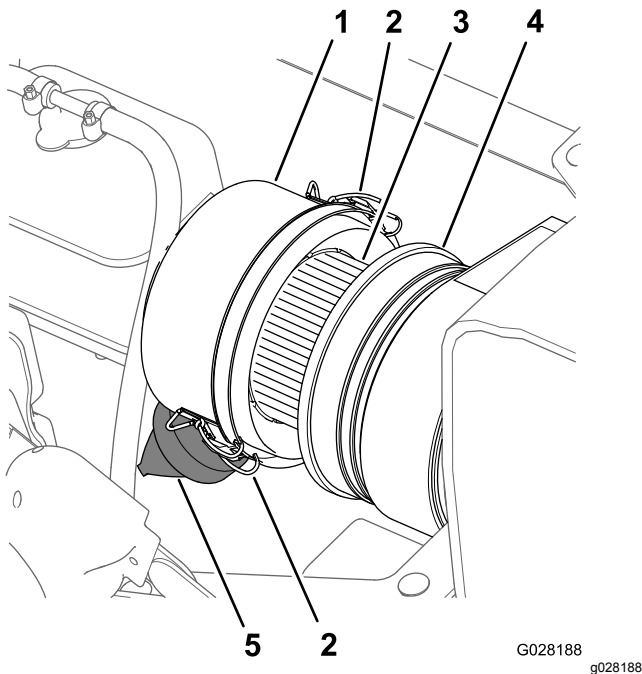
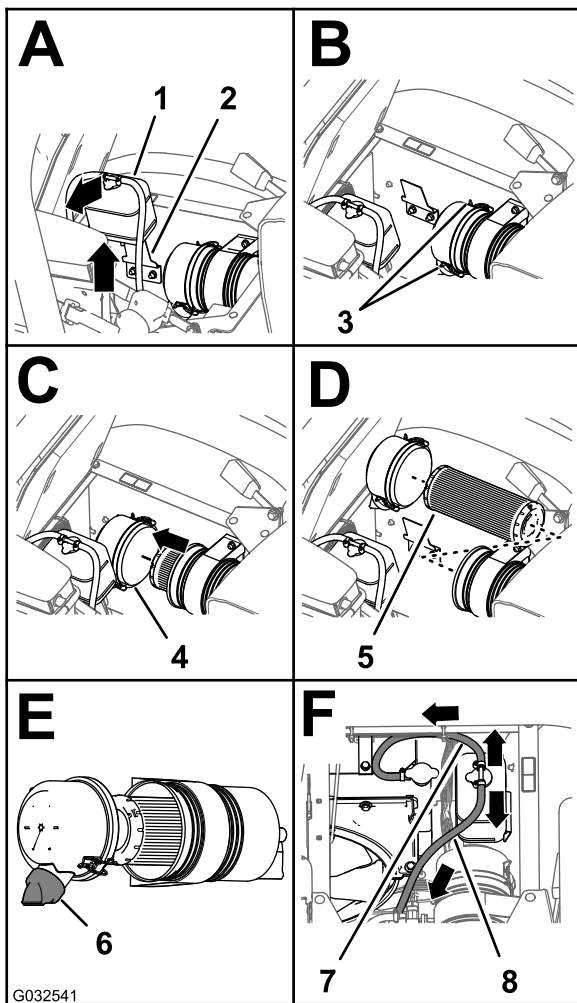

Figura 68
Figura 69
3. Limpe o tampão antipoeira e o corpo do filtro de ar (Figura 68).
4. Verifique se existe algum dano no corpo do filtro de ar que possa provocar uma fuga de ar (Figura 68).
5. Aperte a válvula do pé para a limpar de sujeira, pó e detritos (Figura 68).
7. Verifique se o elemento do filtro de ar tem acumulação excessiva de pó, sujeira e detritos (Figura 68).
8. Instale o tampão antipoeira no corpo do filtro de ar e fixe o tampão com os 2 trincos (Figura 68).
2. Limpe o tampão antipoeira e o corpo do filtro de ar (Figura 68).
3. Levante o depósito de expansão do líquido de refrigeração e retire-o do suporte do depósito (Figura 69).
- Solte os 2 trincos que fixam o tampão antipoeira ao corpo do filtro de ar (Figura 69).
- Limpe o interior do tampão antipoeira, do corpo do filtro de ar e da válvula antipoeira com um trapo húmido (Figura 68 e Figura 69).
- Introduza o elemento do filtro de ar no corpo do filtro de ar (Figura 69).
- Instale a cobertura no corpo do filtro de ar e fixe-a com os 2 trincos (Figura 69).
**Nota:** Certifique-se de que a válvula do pó está alinhada entre a posição das 5 e das 7 horas, quando vista da extremidade (Figura 69).
- Alinhe o depósito de expansão do líquido de refrigeração com o suporte do depósito e posicione o depósito com firmeza (Figura 69).
**Importante:** Certifique-se de que a tubagem de descarga da pressão é encaminhada para fora e para baixo e a tubagem de ventilação do depósito é encaminhada para trás, como se mostra na Figura 69.